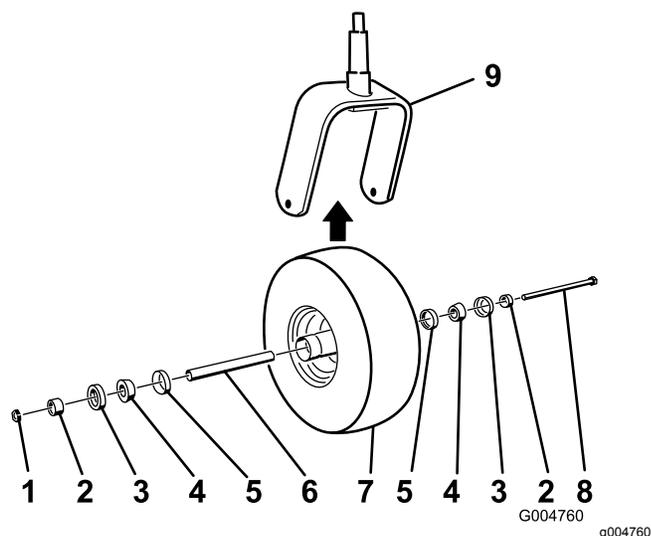

Figura 41
5. Monte a roda empurrando os rolamentos cónicos e vedantes, cheios de massa lubrificante, para dentro do cubo da roda, posicionado conforme ilustrado em Figura 41.
2. Retire a porca de bloqueio do parafuso (Figura 41).